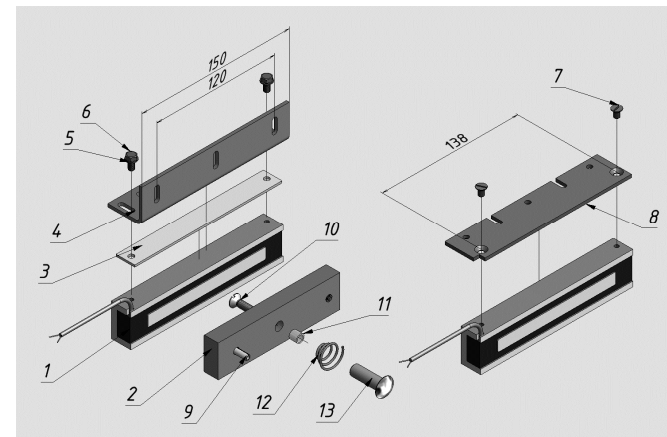
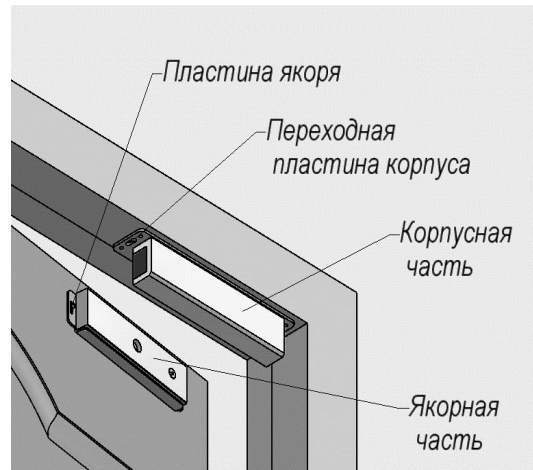

Рис.1
Рис.3
В комплект поставки **AL-180FB-01** (рис.1) входят:
- **L-уголок AL-150**- для крепления корпуса замка (поз. 4 рис.1);
5.2 Корпусная часть замка размещается в верхней части дверной коробки (рисунок 3). Крепление корпусной части замка к дверной коробке производится с помощью переходной планки (рис.1 поз.8) или монтажного уголка (рис.1 поз.4).
5.3 При установке корпуса на переходную планку (рис.1 поз.8) крепление корпусной части к планке выполняется винтами М5х8 (поз.7). Предварительное крепление планки с корпусом к дверной коробке выполняется саморезами через регулировочные пазы в планке.
5.4 При установке корпуса на монтажный уголок (рис.1 поз.4) крепление корпусной части к угольнику осуществляется через переходную планку (поз. 3) болтами М5х10 с шайбами (поз.5, 6).